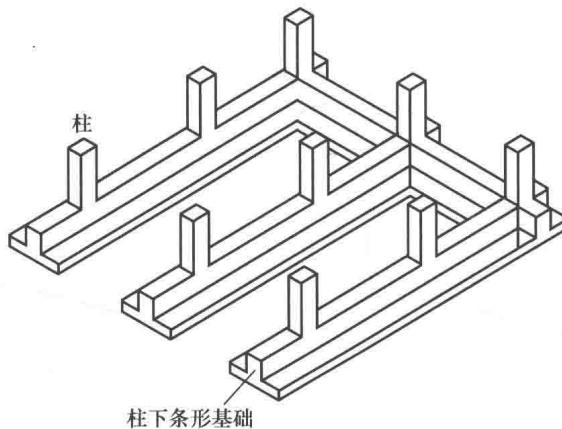

图 1-7-2 柱下条形基础示意图
2. 柱下条形基础 当建筑采用框架结构，但地基条件较差时，为满足地基承载力的要求，提高建筑的整体性，可把柱下同一个方向上的单独基础连接成一体，这种基础称为柱下条形基础。柱下条形基础示意图见图 1-7-2。